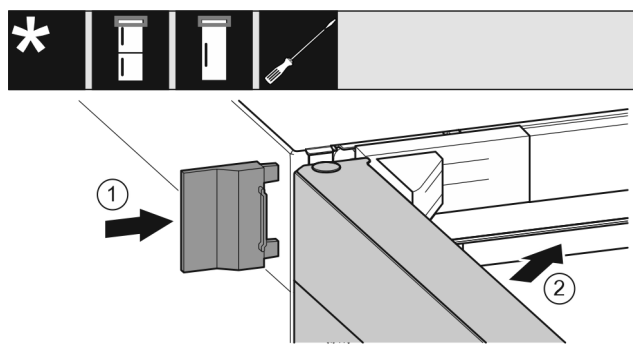

Fig. 26
- Äußere Abdeckung Fig. 26 (1) aufschieben.
- Obere Tür Fig. 26 (2) schließen.